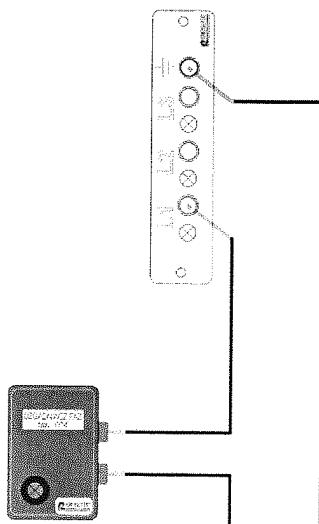

Рис. 1.1.1 Проверка правильности показаний оптических элементов координатора фаз
- проверить правильность работы оптических элементов координатора посредством присоединения проводов к установленному и указывающему наличие напряженияителю согласно рис. 1.1.1 координатор должен указывать наличие напряжения.
- повторно проверить работу координатора фаз согласно рис. 1.1.1